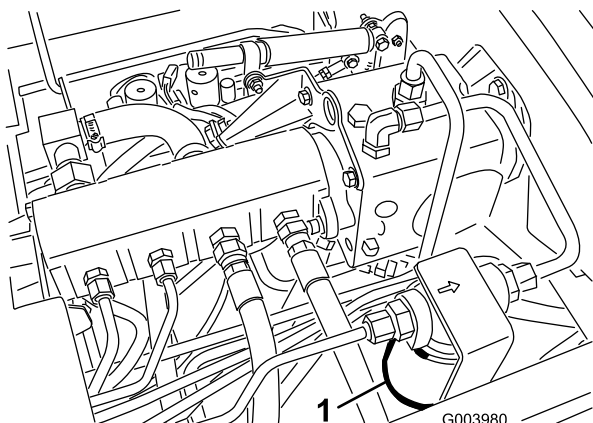
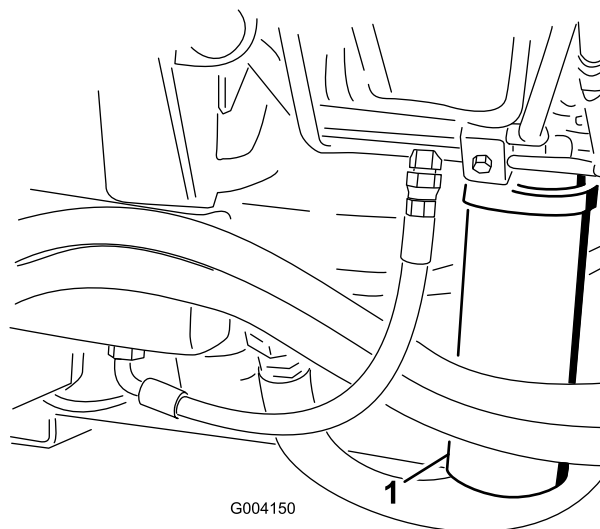

Figura 57
Figura 58
2. Pulite l'area di montaggio del filtro e collocate una bacinella di spurgo sotto il filtro (Figura 57) e (Figura 58).